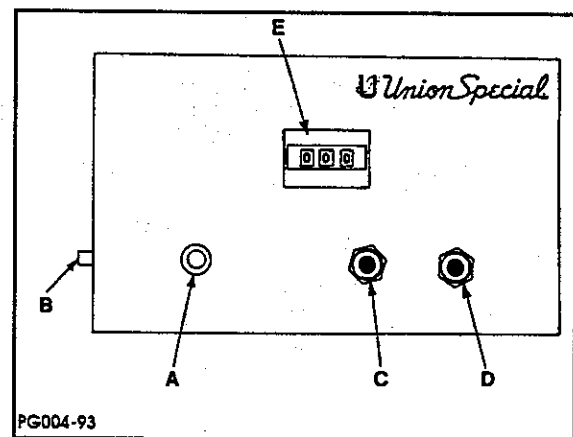

FIG. 18
1. **POWER ON LIGHT (A, Fig 18)**